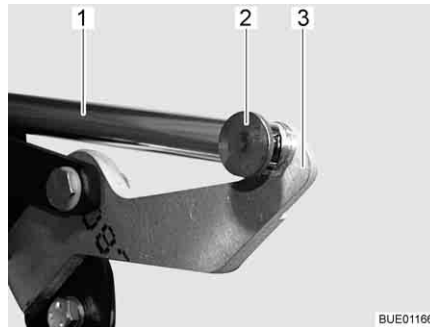

Bild 126 Antrieb
- Verbindung (z. B. Splint und Stift) (Bild 126,2) zwischen Schubstange (Bild 126,1) und Hebel (Bild 126,3) abnehmen.